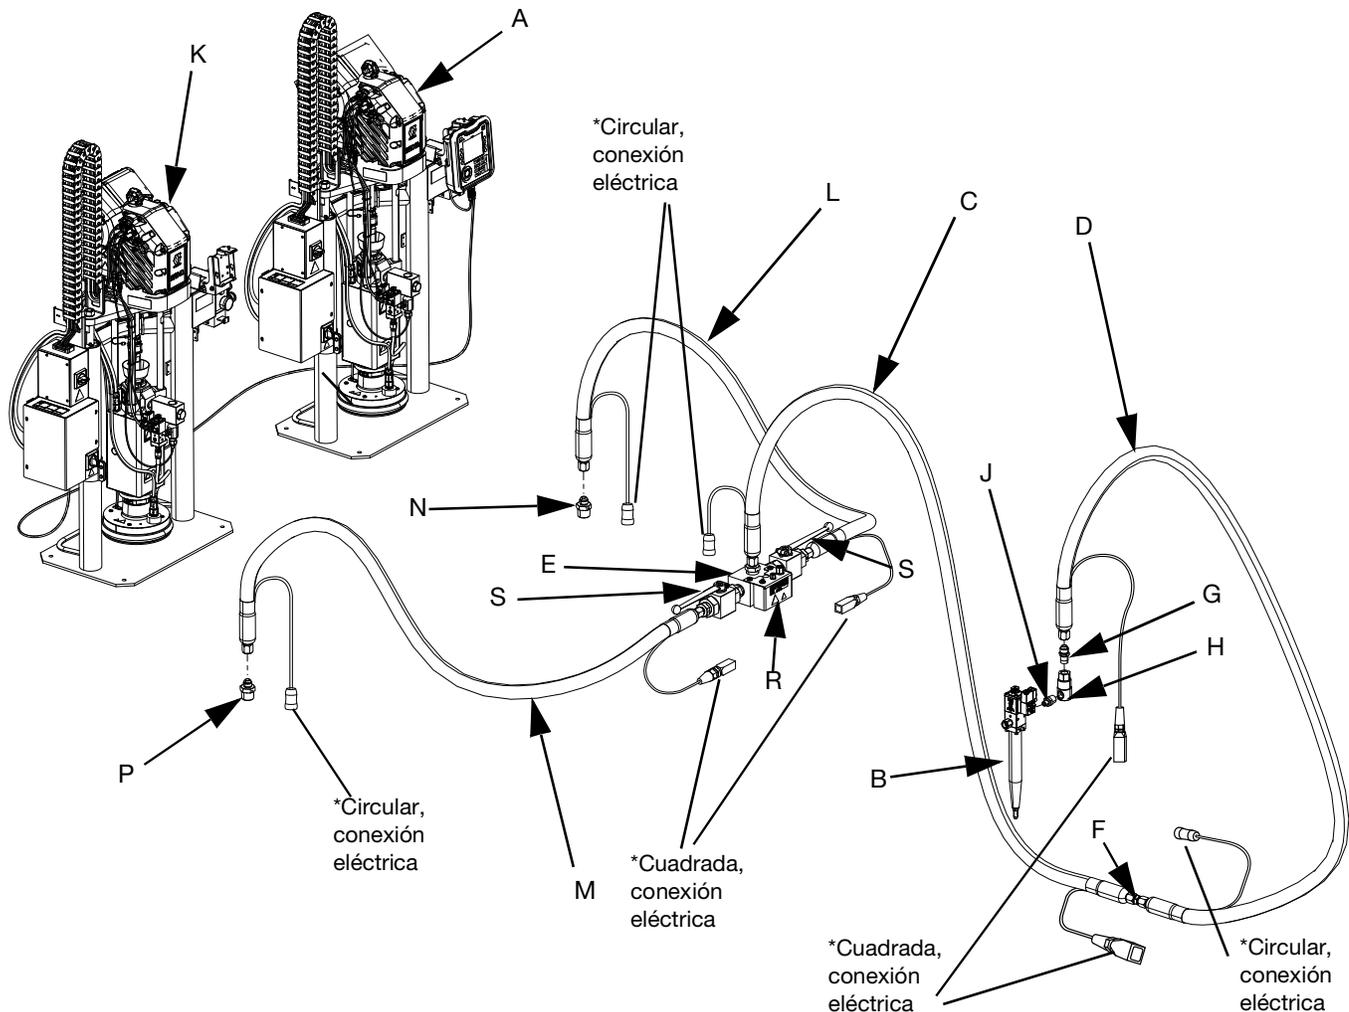

Fig. 2: Sistema de dosificación E-Flo iQ en tándem
NOTA: FIG. 2 muestra una instalación típica del sistema de dosificación E-Flo iQ con una unidad de suministro con elevador iQ en tándem, mangueras, conectores y una válvula dosificadora iQ. Dependiendo de las necesidades del sistema, es posible que algunas instalaciones no requieran una manguera de suministro 2 (D) a la válvula dosificadora iQ (B).